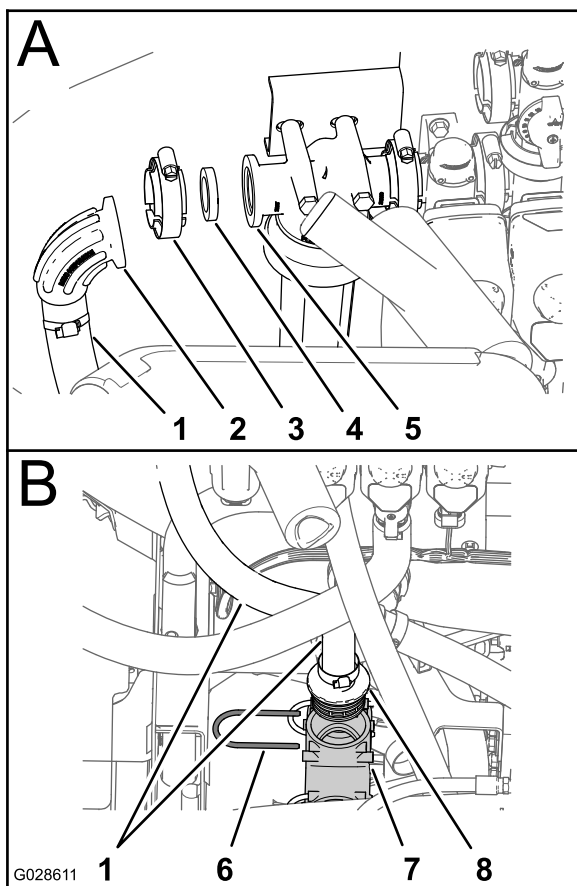

Figura 17
- Îndepărtați clemă cu flană, garnitura, cotul cu flană și furtunul de intrare de la capul filtrului sub presiune (A din Figura 17).
- Îndepărtați opritorul care fixează fittingul inelat drept al furtunului de intrare pe fittingul în T inferior al sistemului de pulverizare și îndepărtați furtunul de intrare de la maină (B din Figura 17)